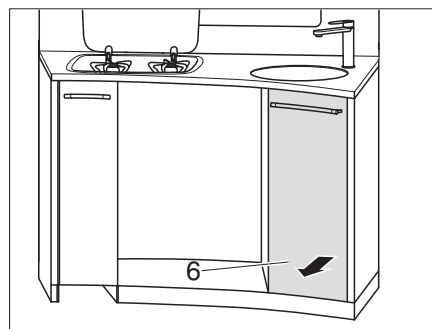

Fig. 129 Retirer le tiroir de cuisine haut
- Retirer le tiroir de cuisine haut (Fig. 129,6).